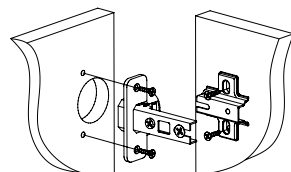

Рис.5
- Установите петли на двери, а ответные планки петель на боковины 2 или 3 (Рис.5).